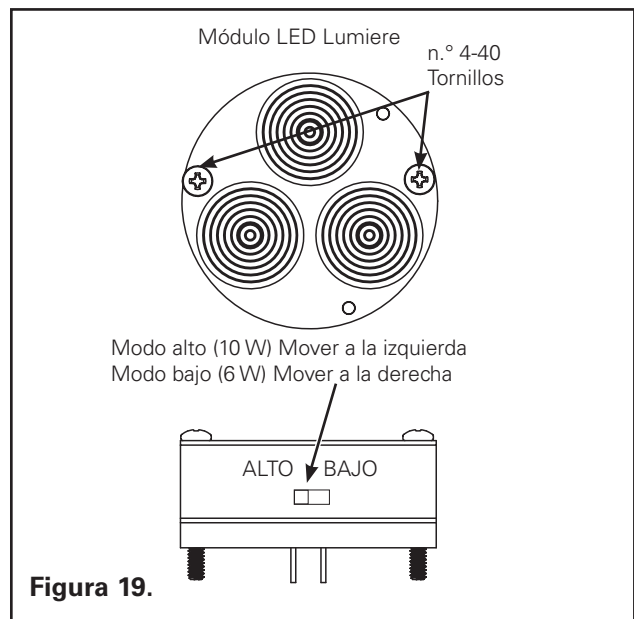

Figura 19.
1. Extraiga el panel de la lente aflojando los cuatro tornillos y levantando hacia afuera el primero. (Figura 19.)